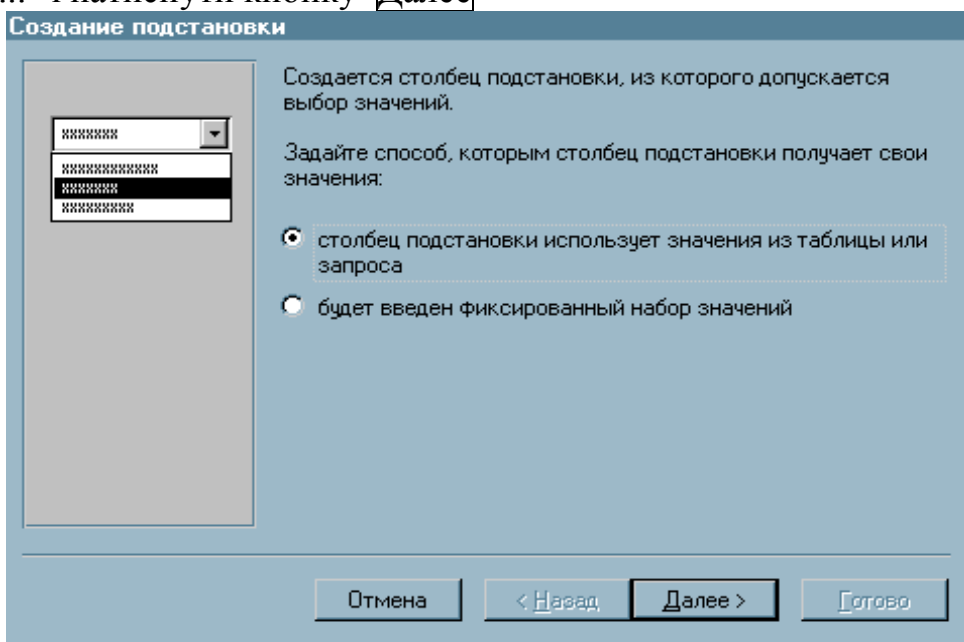

Рис. 2.3 – Вікно створення підстановки
3. У вікні, що з'явилося (рис. 2.3), активізувати пункт "Таблица или... запрос..." і натиснути кнопку **Далее**